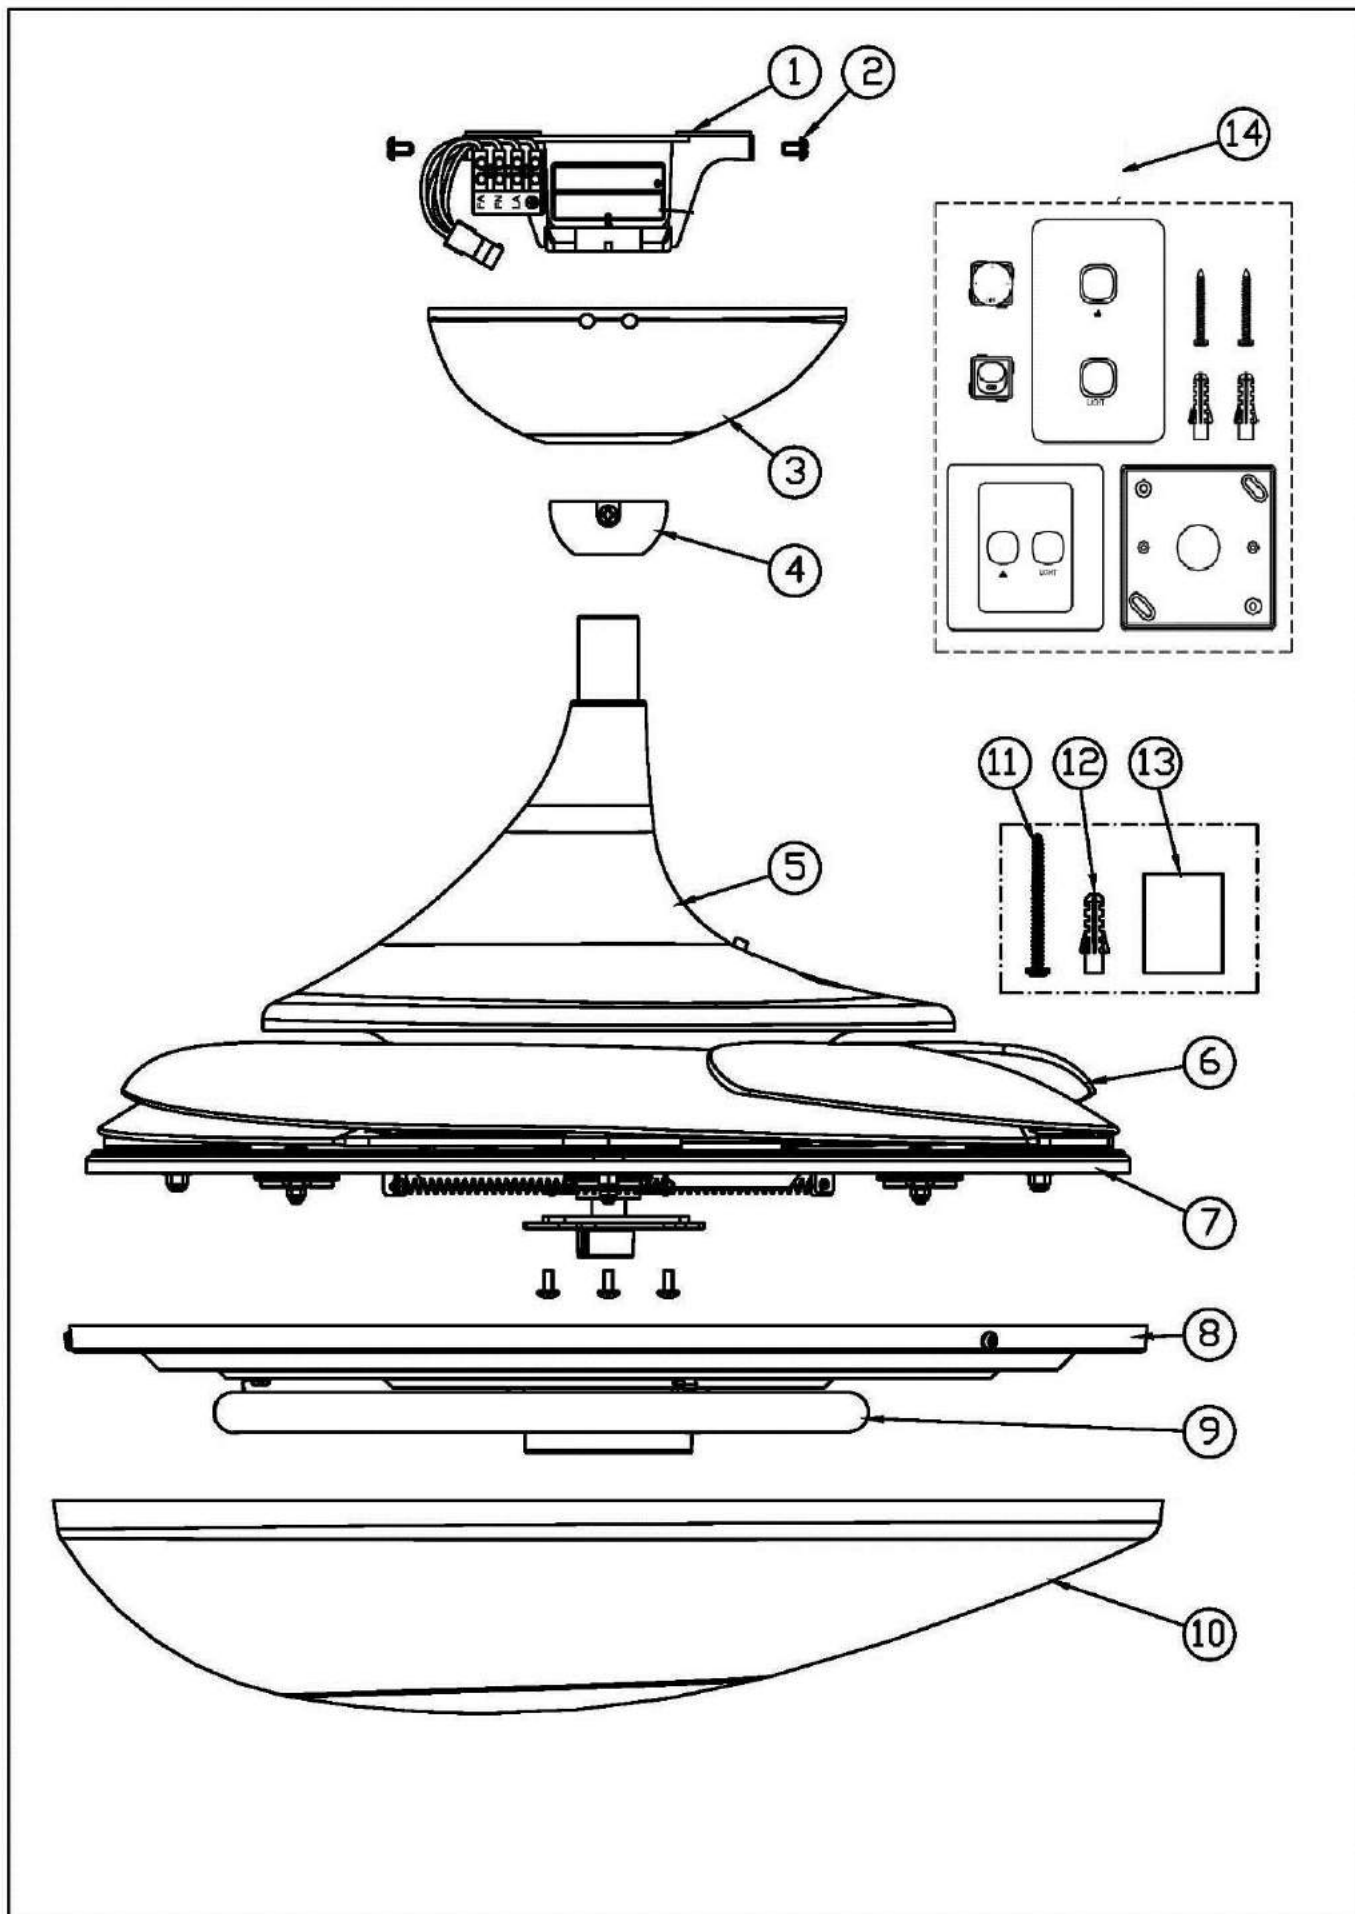

Abbildung 1
Packen Sie den Deckenventilator aus und verschaffen Sie sich einen Überblick über die Teile. Siehe ABBILDUNG 1.
- 1) Abdeckung zur Decke (Nr. 3 – Abbildung 1) durch Lockerung der 4 Schrauben mit Einkerbungen entfernen.